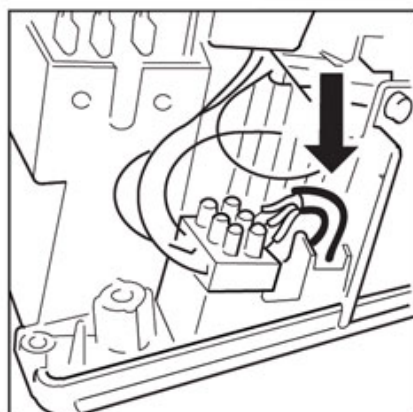

Рисунок 5
- 3) Проденьте кабель электропитания во вводное отверстие корпуса, прикрепите сушилку к стене при помощи 4-х крепежных винтов (входят в комплект поставки), затем подсоедините проводники кабеля к клеммам (рис. 5). Провод заземления желто-зеленого цвета.